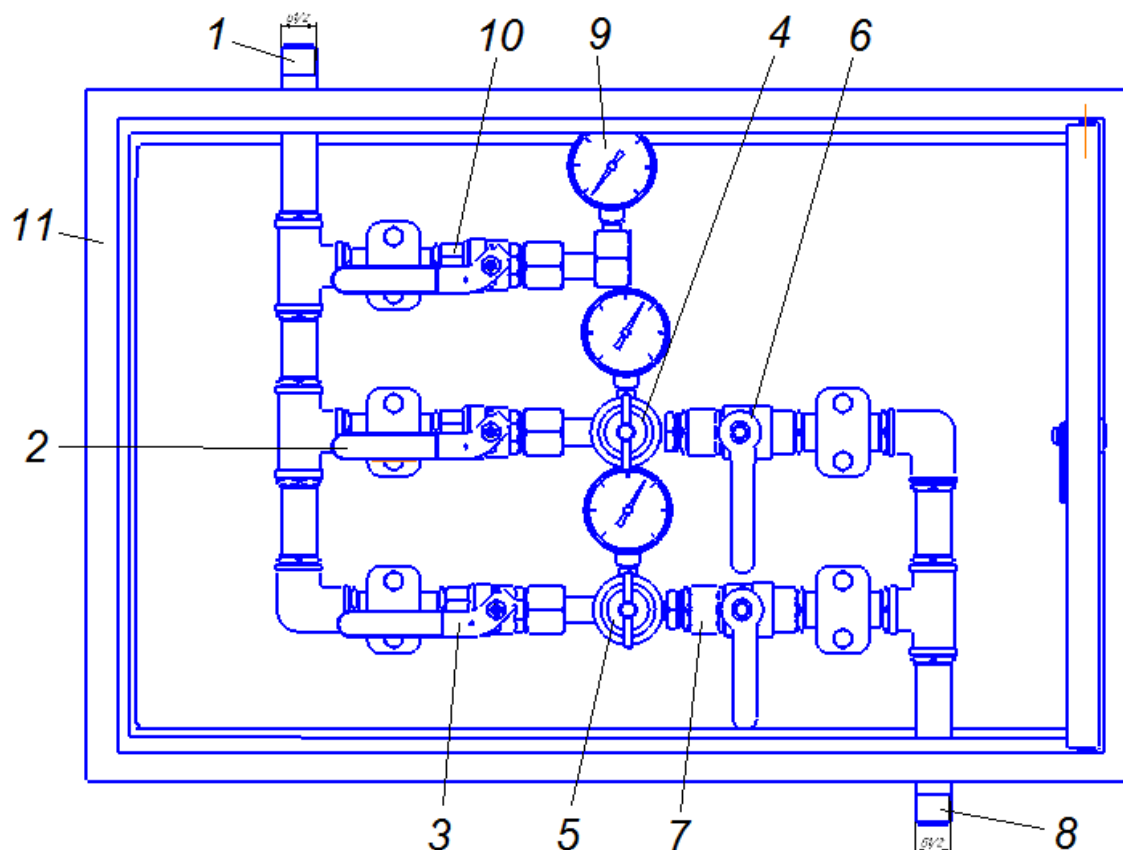

Рис.1 Пост газоразборный: а - ПГК-10х2-з
4.1 Внешний вид поста показан на рис. 1